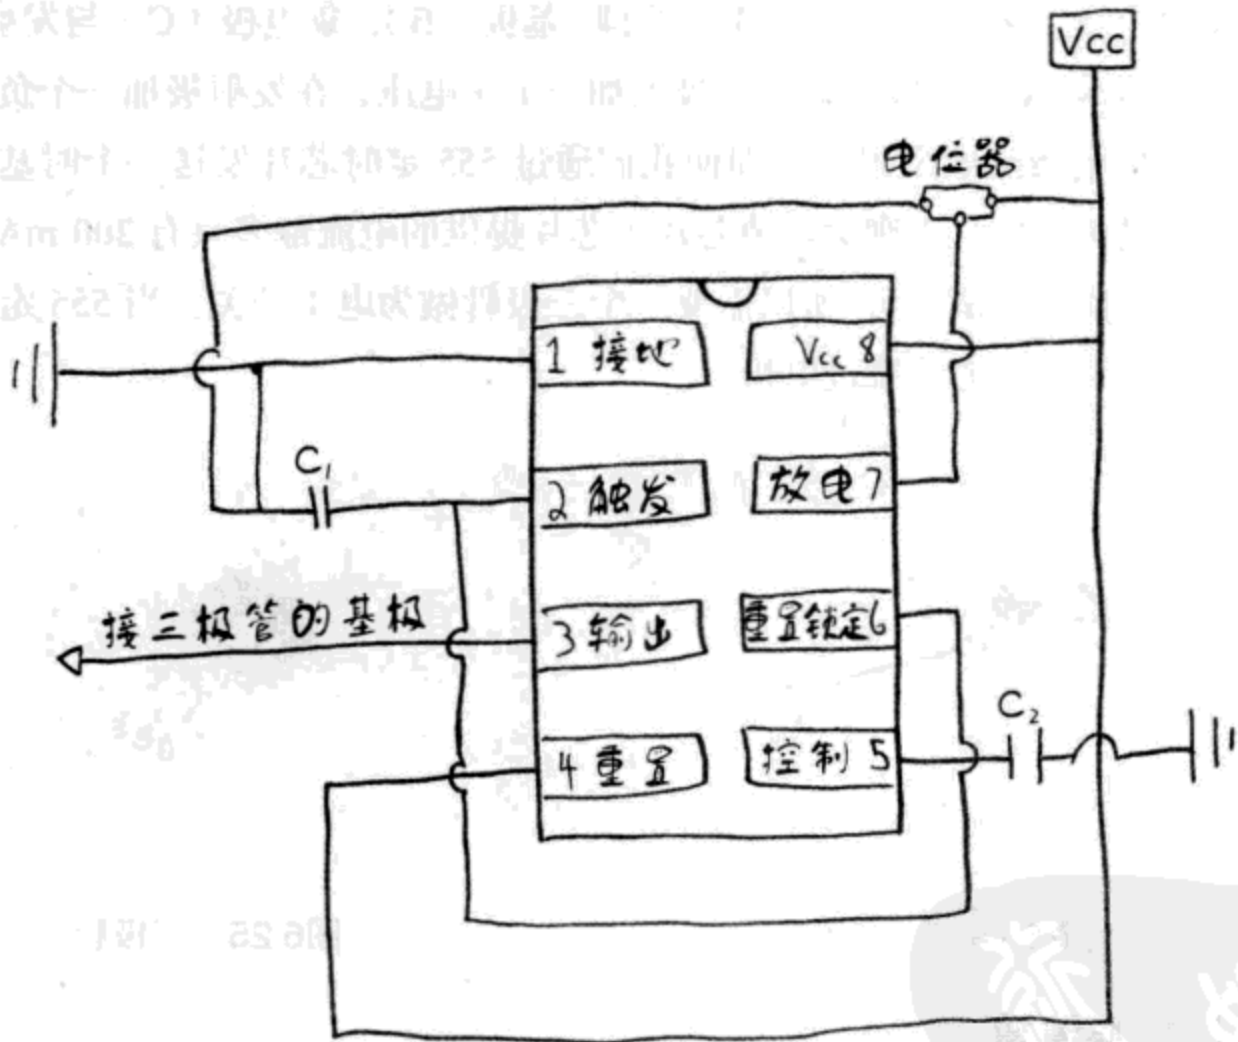

图6.26 555定时芯片的引脚定义
- (1) 将 5V 电源与地 (AA 电池组) 分别接到面包板的电源与地上。
- (2) 在面包板的另一侧, 将电机电源也分别接到电源与地上。用一根长跳线将两个地短接。
- (3) 将 555 定时芯片插到面包板上, 小凹口在左上角 (图 6.26)。